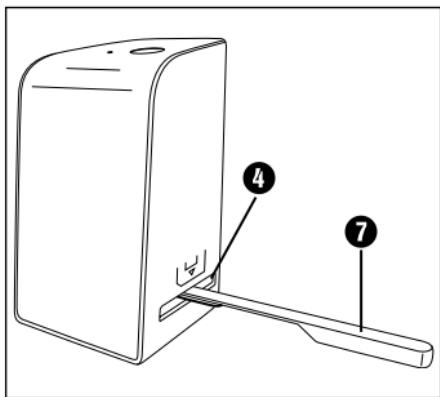

Figure 3
- ♦ Nettoyez la surface du rétroéclairage à l'intérieur de l'appareil avec la brosse de nettoyage 7. Glissez pour cela la brosse de nettoyage avec la surface de nettoyage vers le bas dans le tiroir de droite 4 (voir figure 3).